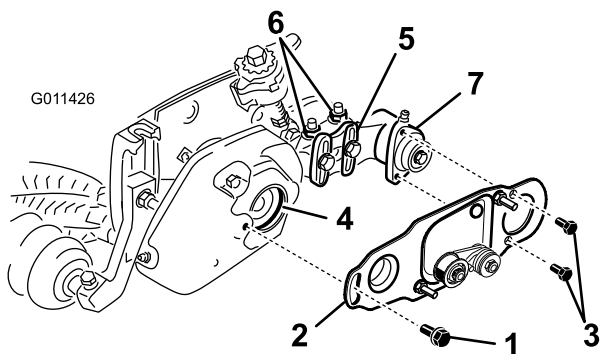

**Figure 29**
35. Posez le couvercle du groomer et fixez-le avec (2) écrous à embase (5/16 po) (Figure 29).
36. Appliquez un film de graisse dans le diamètre intérieur de la rondelle dans le couvercle du groomer (Figure 29).
41. Appliquez du Loctite 242 (bleu) sur le boulon à épaulement (Figure 30). Fixez la plaque de brosse au couvercle du groomer avec le boulon à épaulement. (Fig. 29). Serrez le boulon à un couple de 20,5 à 25,5 Nm.